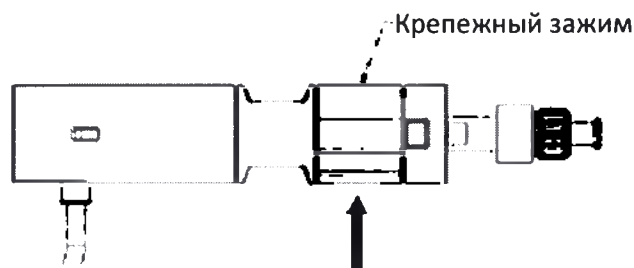

Рис. 7. Снятие крепежного зажима
- Удерживайте систему доставки в неподвижном состоянии. Отсоедините крепежный зажим от захвата системы доставки (рис. 7).